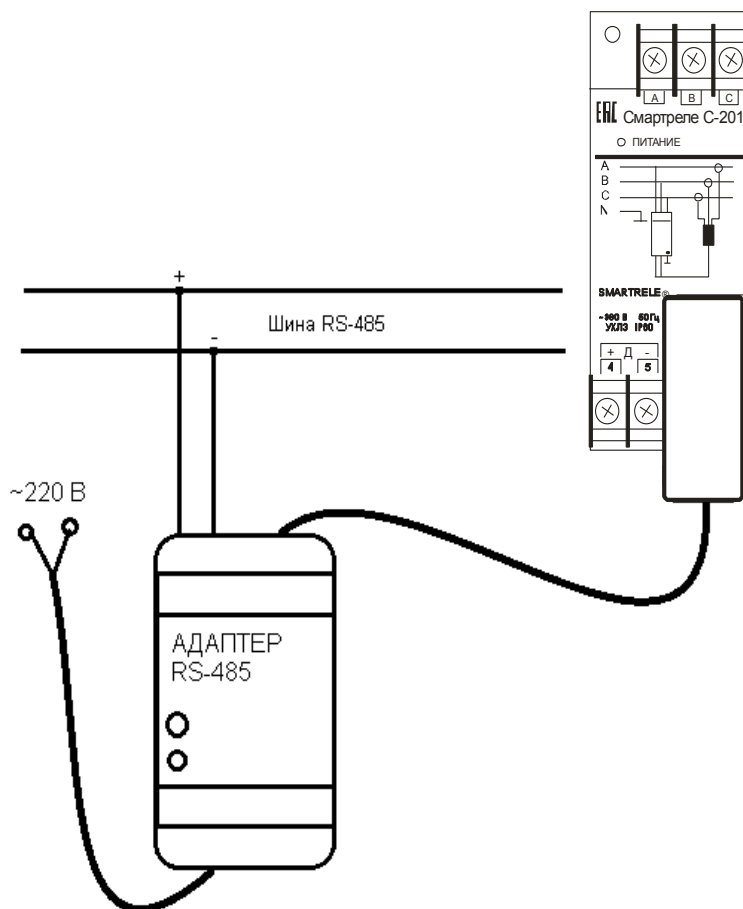

Рисунок 9 – подключение адаптера RS-485
4.8 Соединение устройства с ПК может быть выполнено посредством аппаратных средств интерфейса RS-485 (рис. 9).